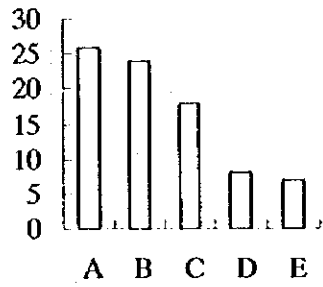
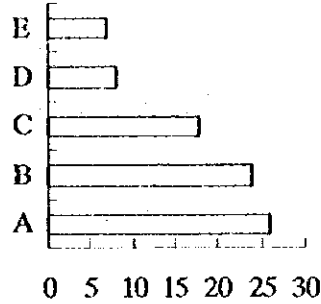

図1-1 縦棒グラフ
図1-2 横棒グラフ
棒を垂直に並べた縦棒グラフ（図1-1）と棒を水平に並べた横棒グラフ（図1-2）とがあります。どちらを書いても結構です。
- (f) 目盛の数字 縦棒グラフは左外側に（図1-1、1-3）横棒グラフは下側に書く（図1-2）。基軸線的位置はゼロを記入する。